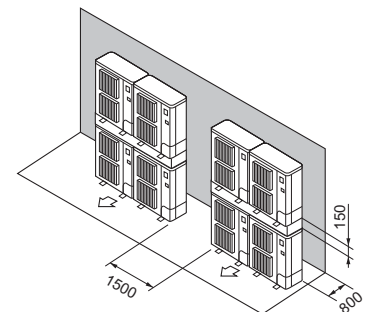

Fig. 3-17
- ⑦ Opstelling met boven elkaar geplaatste apparaten (Fig. 3-17)